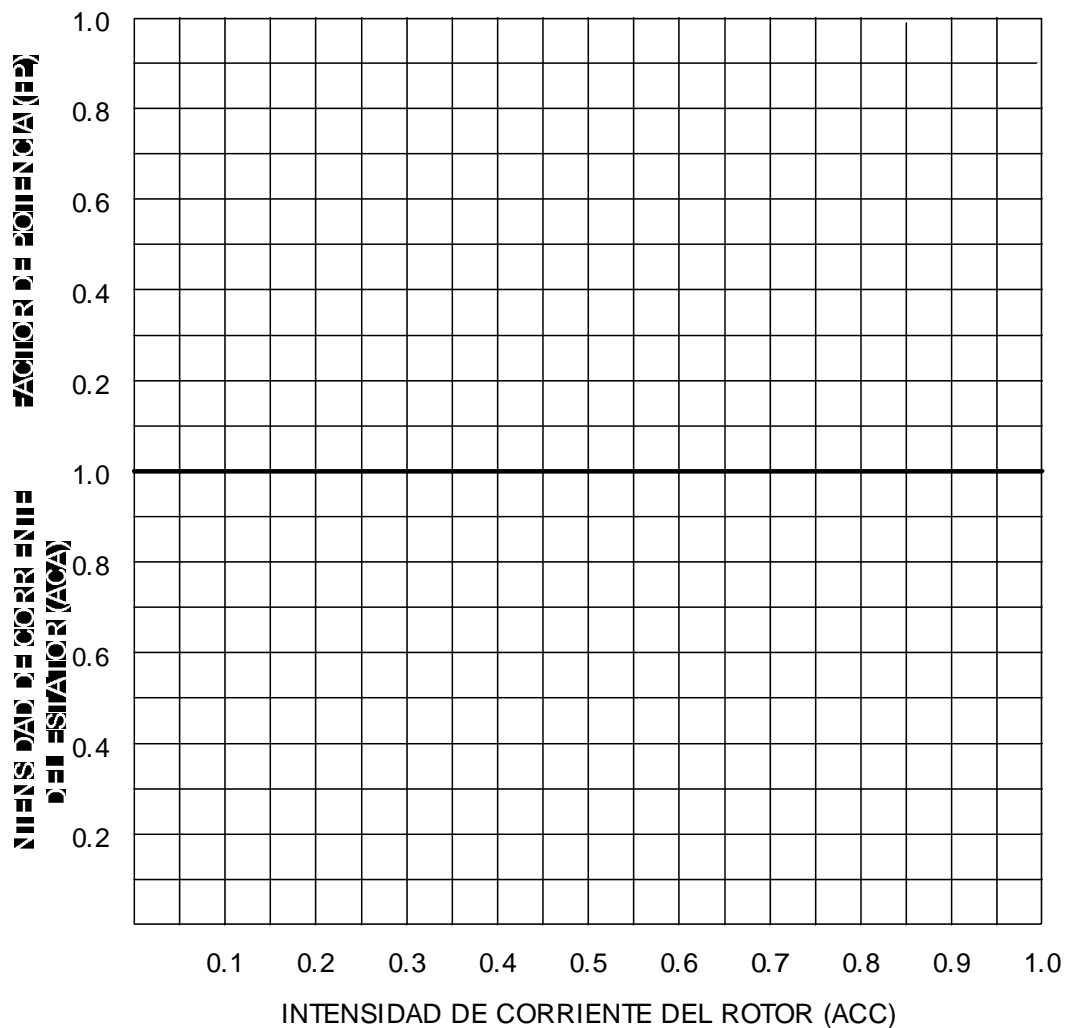

Fig. A12-4
1.- En la gráfica de la figura A12-4, marque los valores anotados de intensidad de corriente alterna en función de los valores de intensidad de corriente continua según la tabla A12-1.
2.- En la gráfica de la figura A12-4, marque los factores de potencia medidos en función de los valores de intensidad de corriente según la tabla A12-1.